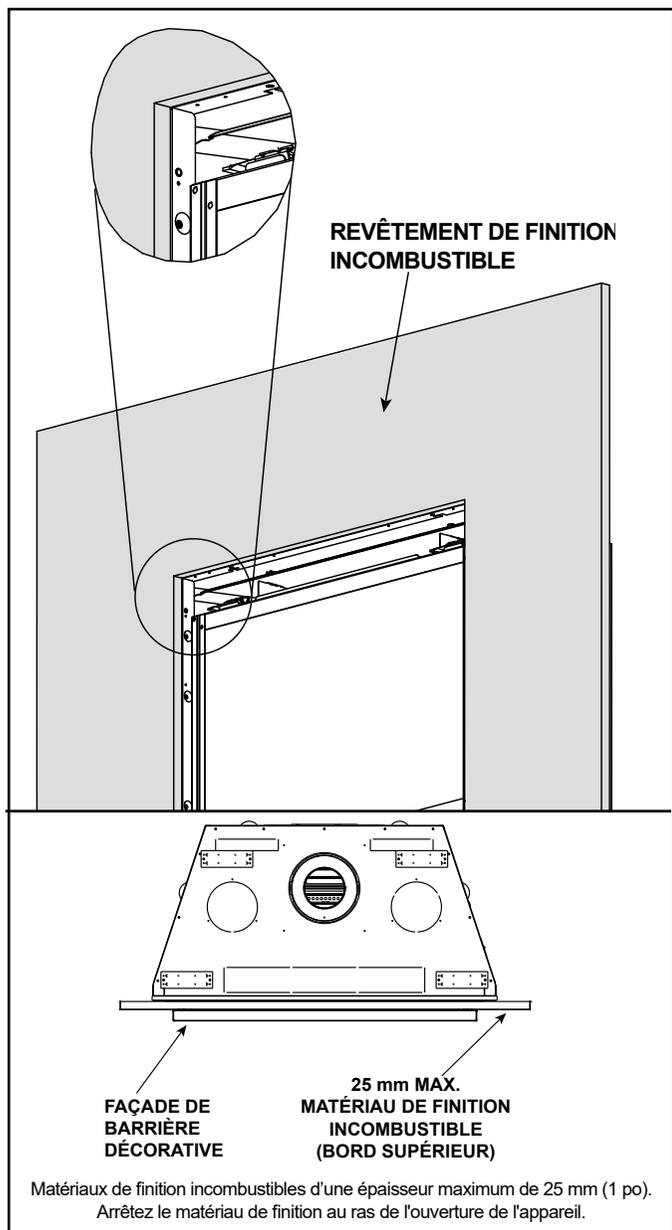

Figure 10.13 Matériaux de finition incombustibles d'une épaisseur de 25 mm (1 po) ou moins - Façades à ajustement superposé
- Ajustement superposé comme indiqué dans la figure 10.13. La façade décorative est installée sur le matériau de finition.
- A. Matériau de finition d'une épaisseur de 25 mm (1 po) ou moins : Utiliser avec les façades à ajustement superposé. Les bandes de finition ne sont pas nécessaires. Voir la figure 10.13.